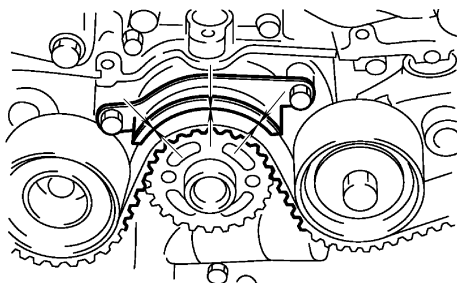

图 7-23 检查间隙
- ① 暂时拧紧固定正时带导向装置的螺栓。
- ② 使用塞尺检查并调整正时带和正时带导向装置之间的间隙, 如图 7-23 所示。